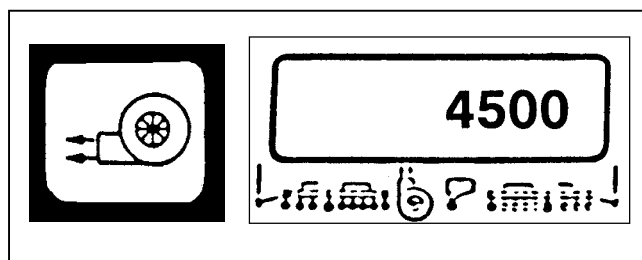

Fig.6
4.2.6 Programmering af omdrejningskontrol (fig.6)